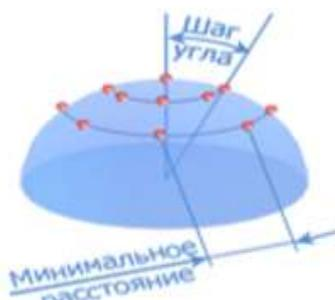

Рисунок 23 – Стратегия для сферы по сетке
**Для сферы** доступна стратегия сеткой, позволяющая расставлять точки равномерно по поверхности сферы. Расположение точек регулируется за счет угла между сечениями и расстояния между точками в сечении (рисунок 23).